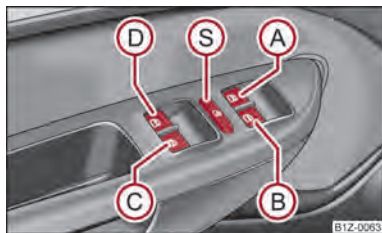

Fig. 20 Tecles en la puerta del conductor
Las teclas para las diferentes ventanillas se encuentran en el apoyabrazos de la puerta del conductor ⇒ fig. 20, la puerta del acompañante y las puertas traseras ⇒ página 41.
Vd. puede poner fuera de servicio de las teclas en las puertas posteriores pulsando el interruptor de seguridad Ⓔ ⇒ fig. 20. Se ponen de nuevo en funcionamiento las teclas en las puertas traseras pulsando repetidamente el conmutador de seguridad Ⓔ.
- Si se transporta niños en los asientos traseros, se recomienda poner fuera de funcionamiento los elevalunas eléctricos de las puertas traseras (conmutador de seguridad) Ⓔ ⇒ fig. 20.